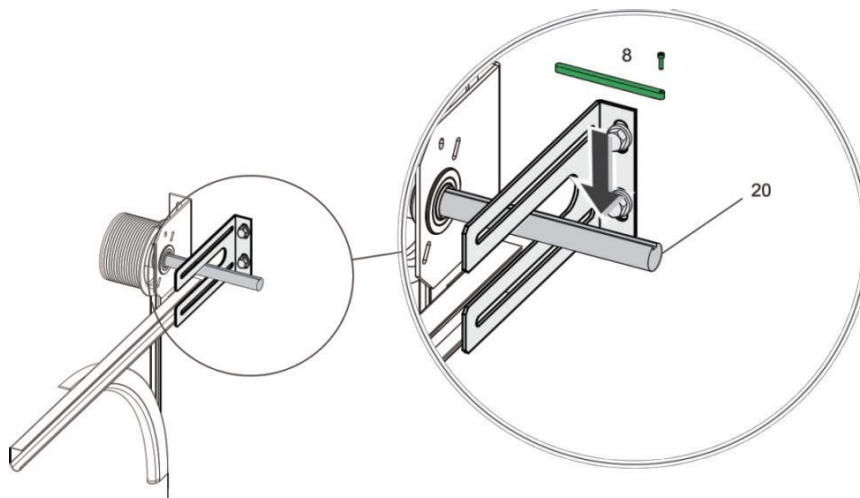
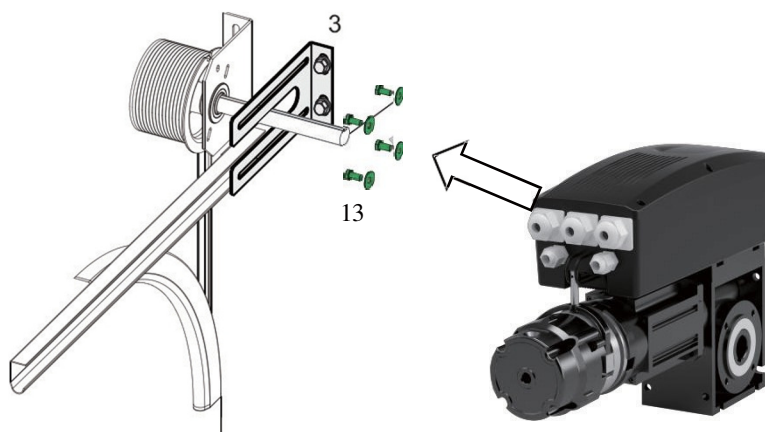

Fig. 2
Fig. 3
Insérez la clavette (8) dans la rainure de l'arbre d'entraînement de la porte afin qu'il ne puisse pas se déplacer, comme indiqué sur la fig. 2.
- Positionnez l'arbre d'entraînement de l'entraînement de porte de manière à ce qu'il s'adapte à la position du dispositif anti-rotation (clavette, position 8 sur la fig. 2). Pour ce faire, tournez l'entraînement à l'aide de la commande de secours.
Glissez le mécanisme d'entraînement de la porte sur l'axe d'entraînement (20) de la porte (voir fig. 2). Fixez le mécanisme d'entraînement de la porte à l'aide des 4 vis et rondelles (13) (voir fig. 3).